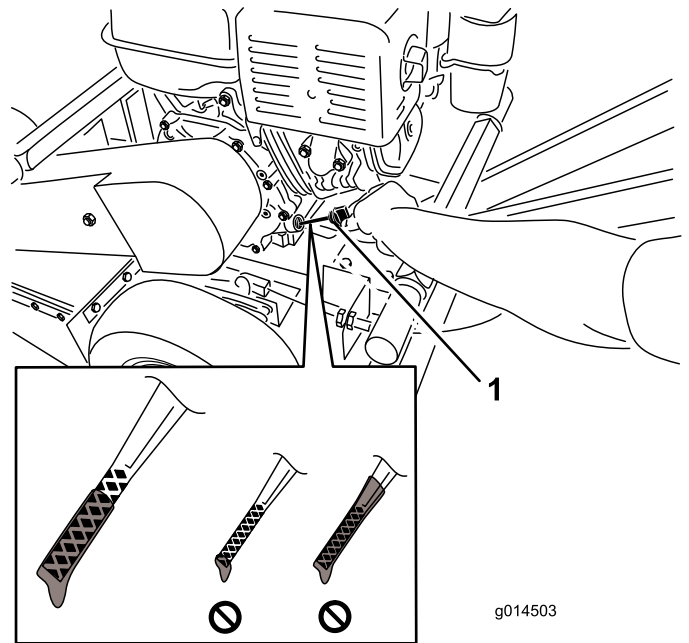

Figura 7
6. Retire la varilla y observe el extremo. El aceite debe llegar al límite superior (Figura 7).